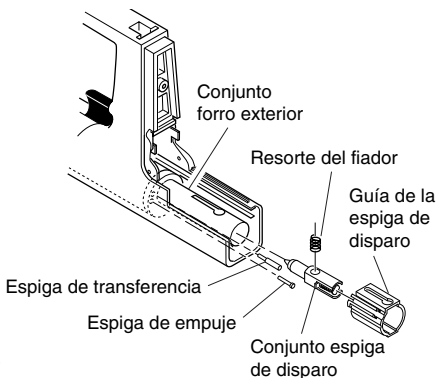

Figura 9 - Retiro de la guía de la espiga de disparo, conjunto espiga de disparo, resorte del fiador, espiga de transferencia y espiga de empuje
3. Retire la guía de la espiga de disparo deslizándola fuera del conjunto forro exterior. Hale el conjunto espiga de disparo y el resorte del fiador sacándolo fuera del conjunto forro exterior. Retire el resorte del fiador del conjunto espiga de disparo. (vea la Figura 9).
4. Retire del conjunto forro exterior la espiga de transferencia y la espiga de empuje. (vea la Figura 9).